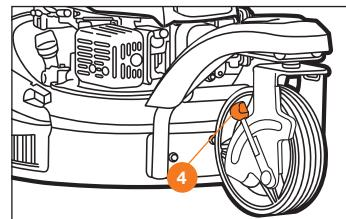

Рис. 10.1
**Модель с рычагом (Рис. 10.1).**
- Отклоните рычаг регулировки высоты ④ кошения переднего колеса и переместите его в необходимое положение, соответствующее выбранной высоте задних колес.